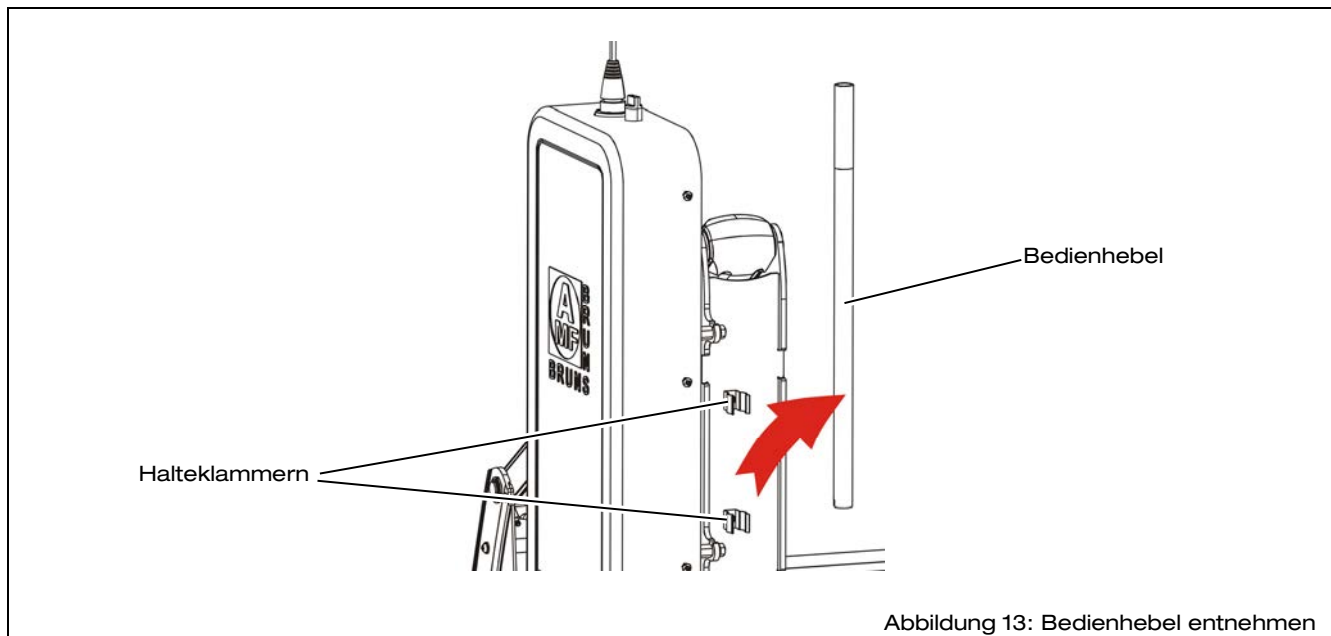

Abbildung 13: Bedienhebel entnehmen
- ⇒ Ziehen Sie den Bedienhebel aus den Halteklammern an der Bodenhalterung (siehe Abbildung 13).
- ⇒ Ziehen Sie den Bedienhebel aus den Halteklammern an der Bodenhalterung (siehe Abbildung 13, Seite 30).